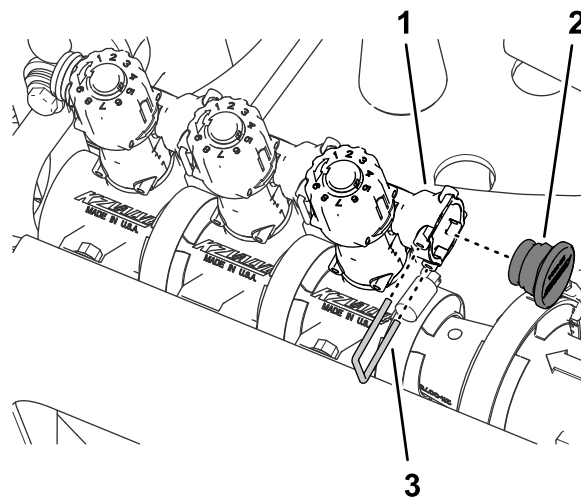

Figure 67
8. Insérez l'obturateur dans le raccord femelle de la soupape de dérivation (Figure 67).
9. Fixez l'obturateur sur le raccord rapide femelle avec l'étrier que vous avez retiré à l'opération 3 (Figure 67).